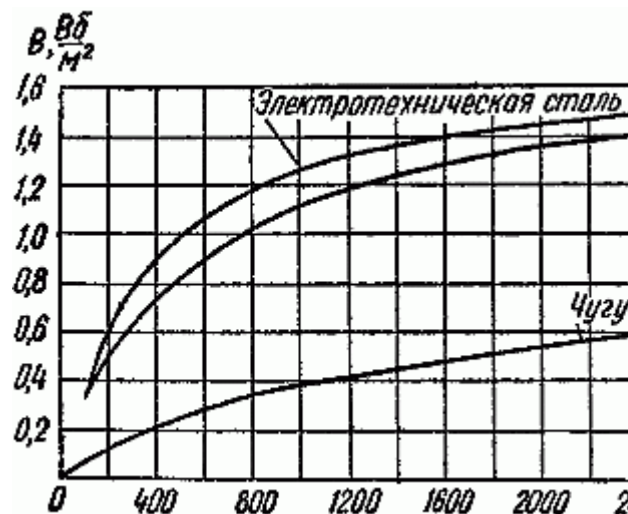

Рисунок 1. Кривые намагничивания
5. По кривой намагничивания для листовой электротехнической стали (рисунок 1) определить напряженности первого H_1 и второго участков. Напряженность в воздушном зазоре: $H_3 = B_3/\mu_0$